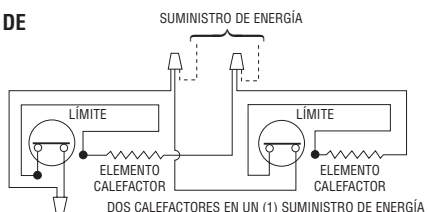

Figura 10. Conexiones de alambres de calefactor doble
6. Conecte los alambres de los calefactores según se muestra en el diagrama de cableado, Figura 10.